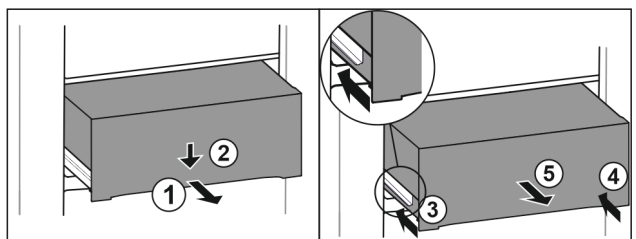

Fig. 121
- ▶ Predal izvlecite do polovice. Fig. 121 (1)
- ▶ Predal na sprednji strani potisnite navzdol. Fig. 121 (2)
- ▶ Levo vodilo potisnite približno 2 cm noter. Fig. 121 (3)
- ▶ Desno vodilo potisnite približno 2 cm noter. Fig. 121 (4)
- ▶ Predal vzemite ven v smeri naprej. Fig. 121 (5)